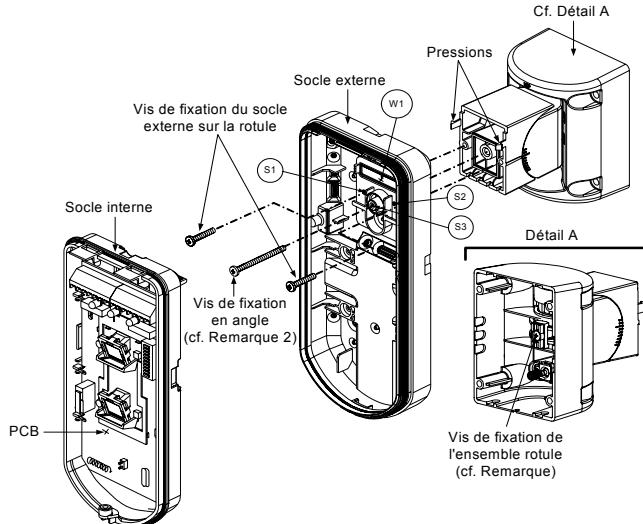

Figure 8
8. Fixez le socle externe à la rotule à l'aide de deux vis passant par les pastilles correspondantes (Figure 8).
9. Fixez le socle externe à la rotule à l'aide de deux vis passant par les pastilles pré-percées S1 et S2 (Figure 8).
10. Introduisez la vis de fixation d'angle fournie en partant du socle externe et en passant par la pastille pré-percée S3 de la vis de fixation d'angle, située sur le socle externe, pour atteindre la rotule standard (Figure 8).
Lorsque les marques indiquées sur les pièces mobiles sont bien alignées (Figure 8), la rotule standard se trouve à 0° en position verticale/ horizontale. Chaque cran à partir de cette position correspond à une inclinaison verticale / horizontale de 5°.